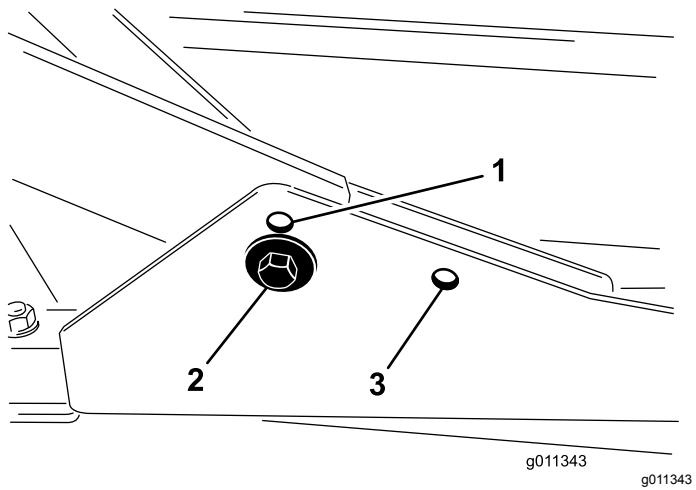

図 9
- 刈り高を 20-76 mm にセットする場合には、前キャリアフレームを下側の穴に取り付けます 図 9。
- 刈高を 63-100 mm にセットする場合には、前キャリアフレームを上側の穴に取り付けます 図 9。
後カッティングユニットは、刈り高に関係なく後側の取り付け穴を使って取り付けます 図 9。